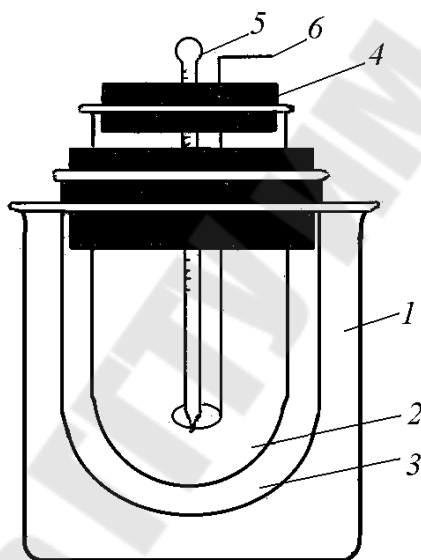

Рис. 1
Для термохимических измерений пользуются упрощенным калориметром, схема которого представлена на рис.1. Прибор состоит из наружного стакана (1) и двух сосудов (2 и 3), между которыми находится воздушная прослойка, обеспечивающая теплоизоляцию внутреннего сосуда (2), в котором проходит растворение. Внутренний сосуд калориметра (2) закрывается пробкой (4) с двумя отверстиями: в первое из них вставлен термометр (5), во второе — проволочная мешалка (6).